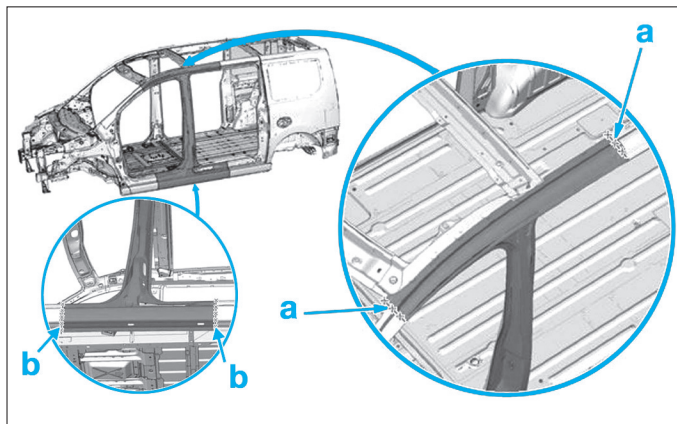

FIG. 56
- Déposer le renfort de pied milieu (Fig.56).